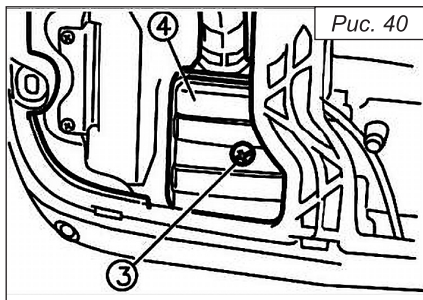

Рис. 40
2. Выверните винт ③, а затем снимите крышку корпуса воздушного фильтра ④, рис. 40.
7. Установите крышку корпуса воздушного фильтра ④ в исходное положение и затяните винт ③, рис. 40.